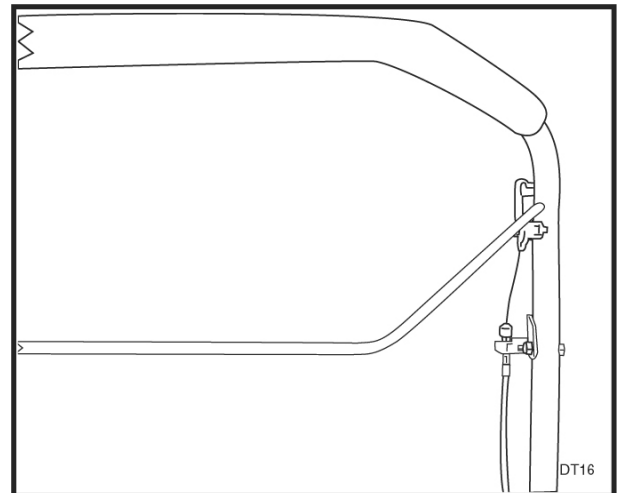

図 9
21. ケーブルの上側をハンドルに取り付け、ケーブルをクラッチレバーに取り付けます。クラッチレバーをハンドルに取り付けます。図9を参照してください。